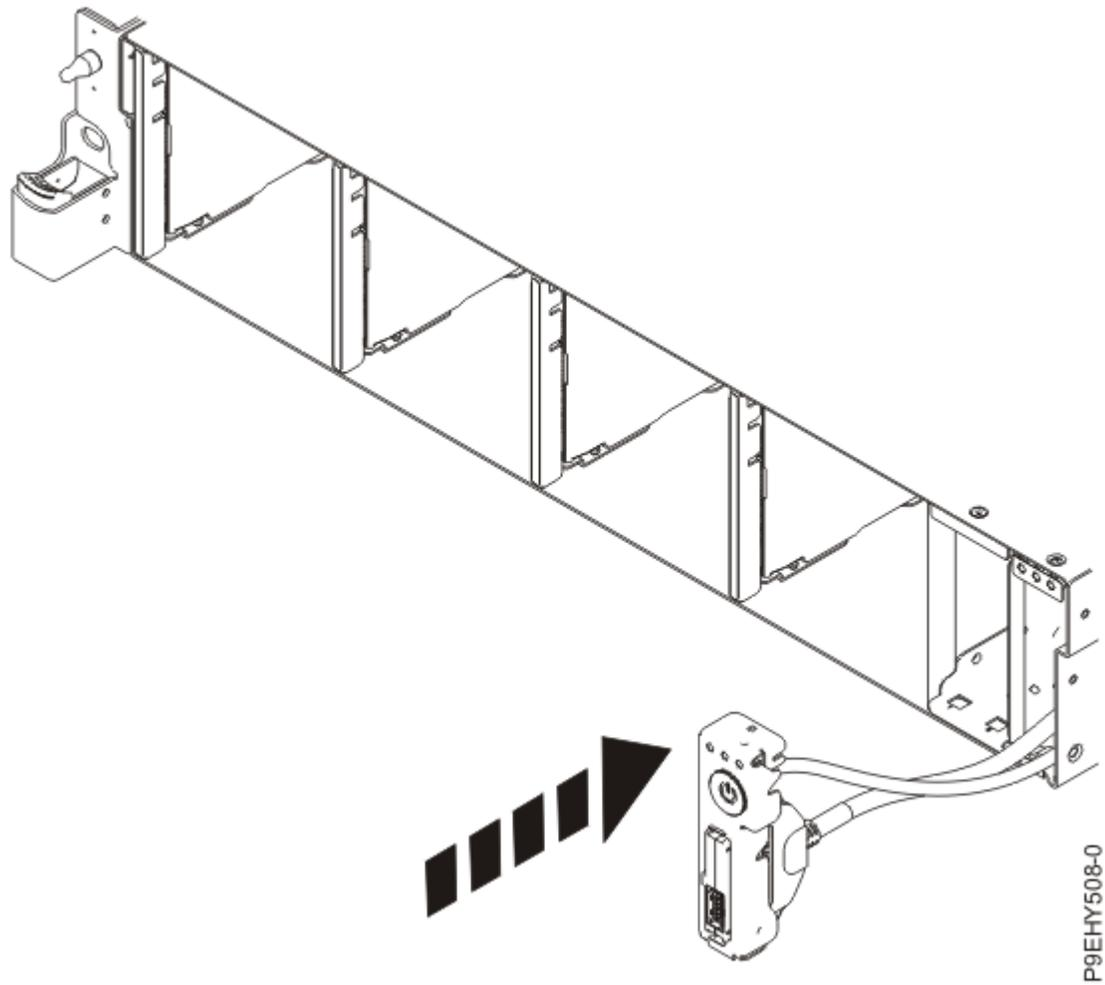

Figure 42. Remise en place du câble USB avant dans le fond de panier système
4. Insérez le Câble USB et l'ensemble interrupteur d'alimentation et cordon dans le système, comme illustré dans la Figure 42, à la page 61. Prenez soin d'acheminer les câbles jusqu'au fond de panier système.